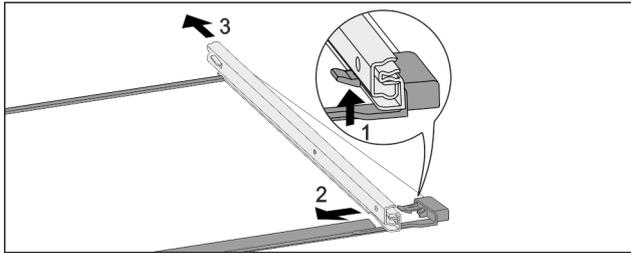

Fig. 70 Tablette en verre avec rails
- ▶ Pousser le crochet d'enclenchement avant vers le bas. Fig. 70 (1)
- ▶ Pousser le rail télescopique vers le côté Fig. 70 (2) et vers l'arrière Fig. 70 (3).